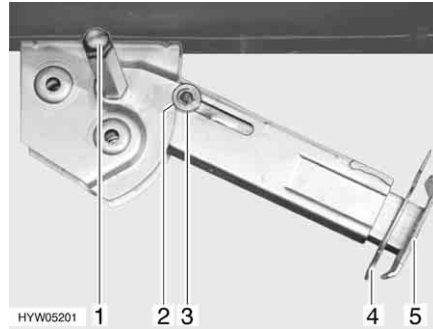

Bild 25 Stödben
- Placera hylsnyckeln på sexkanten (Bild 25,1) och vrid runt den tills stödbenet står rakt neråt.
- Drag ut sprinten (Bild 25,4) ur stödbensförlängningen (Bild 25,5).
- Placera hylsnyckeln på sexkanten (Bild 25,1) och vrid runt den tills stödbenet inte längre sitter mot marken.
- Skjut in stödbensförlängningen (Bild 25,5) helt och sätt in sprinten (Bild 25,4) i borrhålet på stödbensförlängningen.
- Vrid på sexkanten (Bild 25,1) med hylsnyckeln tills stödbenet har svängts upp och styrbrickan (Bild 25,3) befinner sig längst upp i skåran (Bild 25,2).